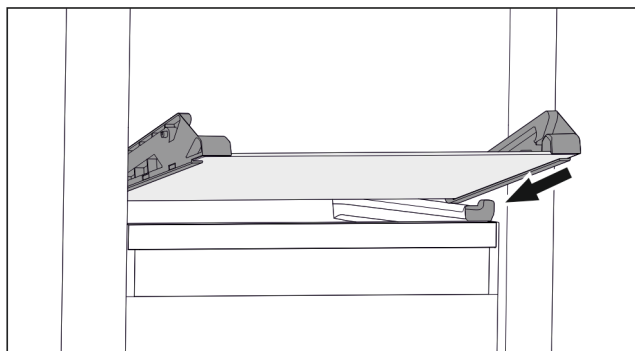

Fig. 73 Стеклянная пластина откидного выдвижного ящика
- ▶ Наклоняя вниз, установите стеклянную пластину за стопоры. (см. Fig. 73)